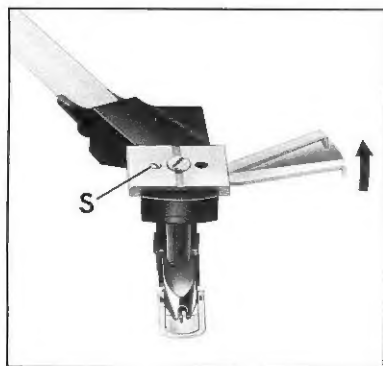

Fig. 4
La puntina di riproduzione è assicurata contro prelievo abusivo mediante una vite di fermo a sinistra accanto alla vite di fissaggio del sistema (10) sulla mascherina della testina (Fig. 4/S). Se si volesse togliere la puntina, svitare tale vite di fermo ed orientare l'impugnatura del braccio **de**, pick up (9) all'indietro. Ora è possibile togliere la puntina tirandola in avanti.